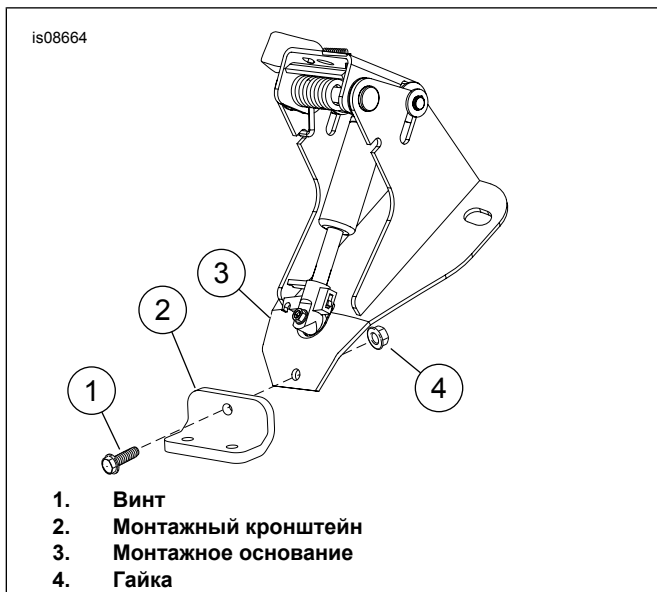

Рисунок 5. Установите кронштейн
3. См. Рисунок 5 . Прикрепите монтажный кронштейн (2) к монтажному основанию (3).
4. Установите винт (1) и гайку (4), как показано на рисунке. Оставьте крепления незатянутыми.